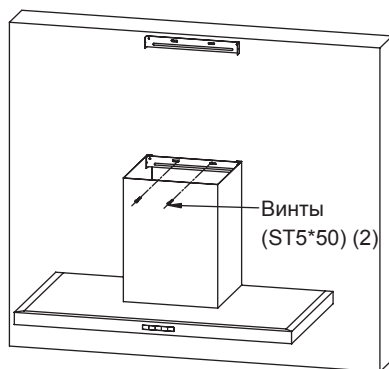

Рис. 7
- После подключения воздуховода отрегулируйте крепление кронштейна вытяжной трубы, чтобы предотвратить случайное соскальзывание вытяжки с кронштейна. См. Рис. 7.